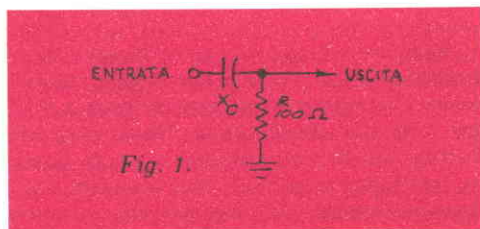

Fig. 1.
elettrico è disegnato nella *fig. 1*, quando la reattanza capacitiva X_C è pari a 1Ω e la resistenza R è pari a 100Ω . Si ricorre alla seguente equazione:
Accoppiamento RC - Quando l'accoppiamento fra due stadi successivi di un amplificatore viene realizzato per mezzo di un circuito composto da un resistore e da un condensatore (RC), la tensione di uscita risulta disponibile in corrispondenza del resistore, secondo quanto è illustrato nella *fig. 1*. La reattanza (X_C) presentata dal condensatore risulta essere una funzione della frequenza, e determina il valore percentuale della tensione applicata all'ingresso del circuito RC, che è disponibile in corrispondenza dei terminali di uscita.